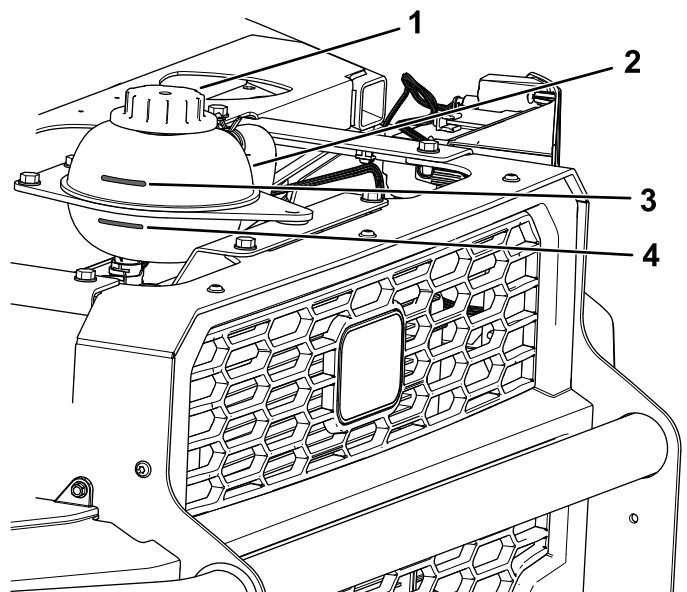

Figure 88
4. Vérifiez le niveau de liquide de refroidissement dans le réservoir (Figure 88).